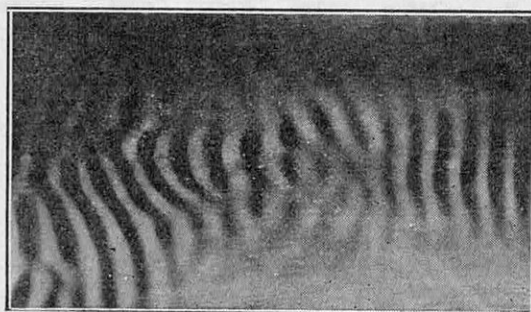

FIG. 10. — TOURBILLONS TRANSVERSAUX RÉALISÉS AU LABORATOIRE
*Cette formation nuageuse, également caractéristique, s'observe d'une manière générale par vent très faible et est à rapprocher des tourbillons transversaux expérimentaux de la figure 10.*